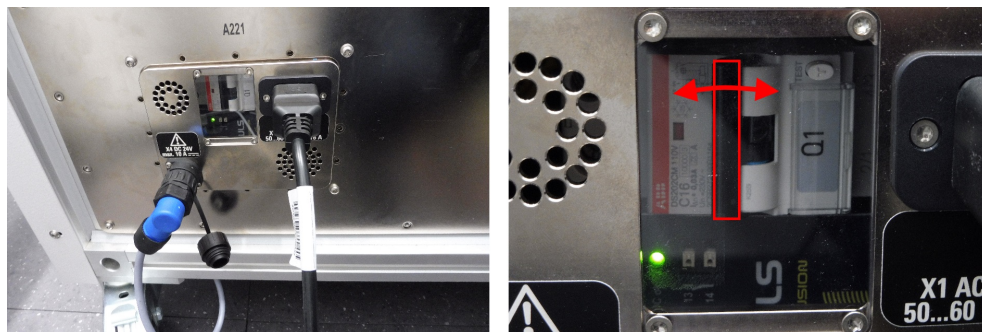

Figure 9-1 : Le module d'alimentation sur la traversée [A221] (image de droite : levier du circuit de disjonction mis en évidence en rouge)
3. Si la chambre n'est toujours pas alimentée, vérifiez son disjoncteur (Figure 9-1).